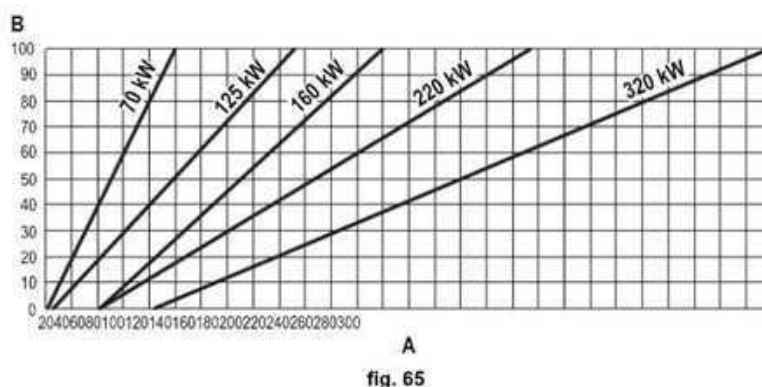

fig. 65
- Premere i **tasti contestuali 1 e 2** per aumentare o diminuire la portata termica (minima = 00 - Massima = 100). Vedi diagramma "Regolazione Portata Termica" (fig. 65).